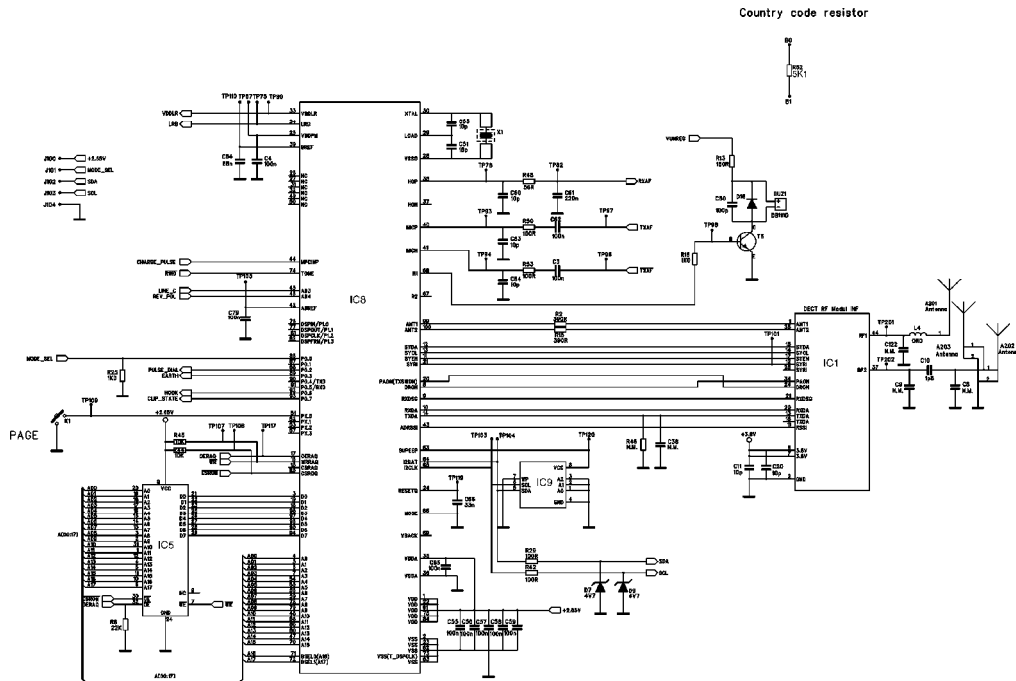

Fig.18
5.1.3. FLASH PROM (SEE Fig. 18)
5.1.4. EEPROM (SEE Fig. 18)
5.1.5. CLOCK GENERATION (SEE Fig. 18)
5.1.6. LOCATOR KEY (SEE Fig. 18)
5.1.7. FACTORY SERIAL PORT (SEE Fig. 18)
5.1.8. BUZZER CIRCUIT (SEE Fig. 18)
5.1.9. AUDIO PATH-RX AUDIO-LINE INPUT (SEE Fig. 18)
5.1.10. AUDIO PATH - TX AUDIO - LINE OUTPUT (SEE Fig. 18)